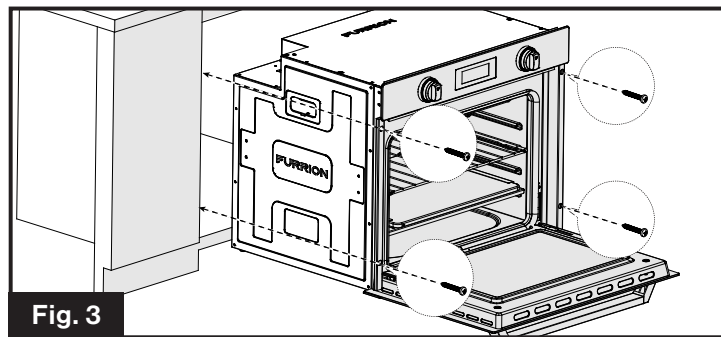

Fig. 3
3. Ouvrez la porte du four et fixez fermement le four en place à l'aide de quatre vis (non fournies). (Fig. 3)